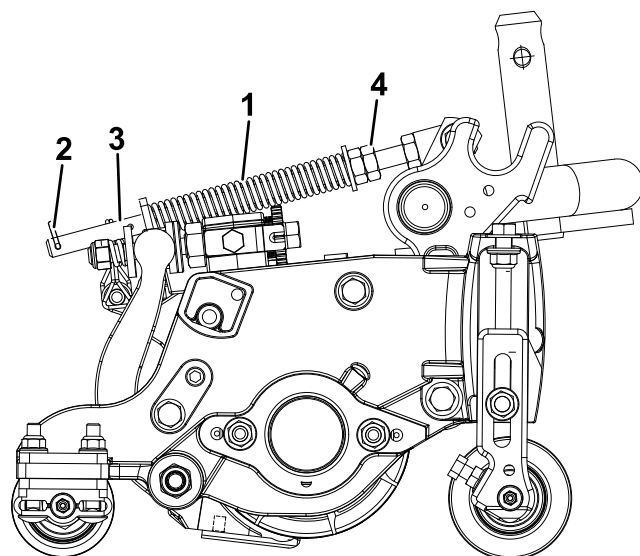

Figura 14
El muelle de compensación del césped (Figura 14) transfiere peso del rodillo delantero al trasero. Esto ayuda a reducir el patrón de ondulación en el césped.
1. Asegúrese de que el pasador de horquilla está instalado en el taladro del extremo de la varilla del muelle (Figura 14).